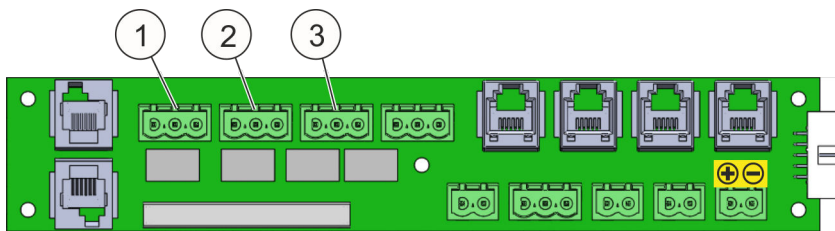

Abb. 18: Potentialfreie Kontakte
- Für die betreiberseitig zu realisierende Geräteabschaltung die potentialfreien Kontakte (Abb. 18/1 bis 3) verwenden.